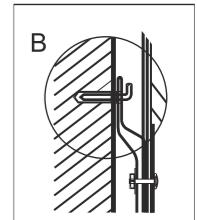

Рис. 3
- После того как вы выбрали правильное место установки водонагревателя, определите точки для отверстий под анкерные болты с крючками. Расстояние между распорными болтами должно быть 200 мм. Просверлите в стене 2 отверстия соответствующей глубины с использованием сверла, подходящего по размеру под анкерные болты, прилагаемые к водонагревателю, вставьте болты и поворачивая крюк вверх, плотно затяните гайки, затем повесьте электрический водонагреватель на крюки (рис.3).